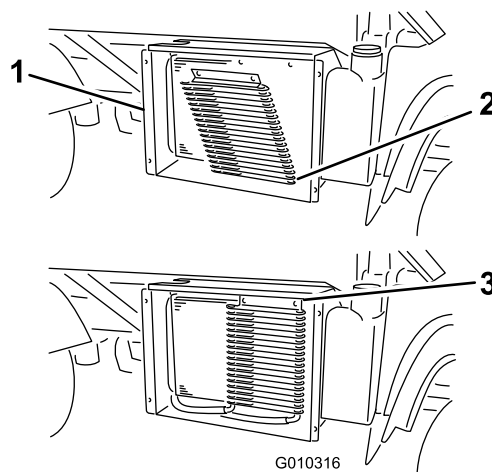

Figure 53
6. Le cas échéant, tournez les verrous et faites pivoter le refroidisseur d'huile pour l'éloigner du radiateur (Figure 53).